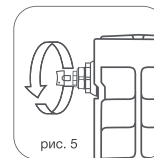

рис. 5
- 8.4. Для удаления воздуха из радиатора в верхний коллектор обязательна установка крана Маевского или автоматического воздухоотводчика. Для удаления воздуха через кран Маевского необходимо периодически (несколько раз в год) вручную стравливать его с помощью специального ключа (рис. 5).